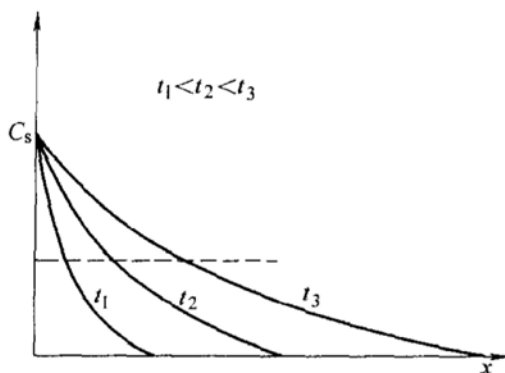

图 10-2 第六题第 1 小题图
1. 菲克第二定律的解之一是误差函数解, $C = A + B \operatorname{erf}\left(\frac{x}{2\sqrt{Dt}}\right)$, 它可用于纯铁的渗碳过程。若温度固定, 不同时间碳的浓度分布则如图 10-2。已知渗碳 1 小时后达到某一特定浓度的渗碳层厚度为 0.5mm, 问再继续渗碳 8 小时后, 相同浓度的渗层厚度是多少?